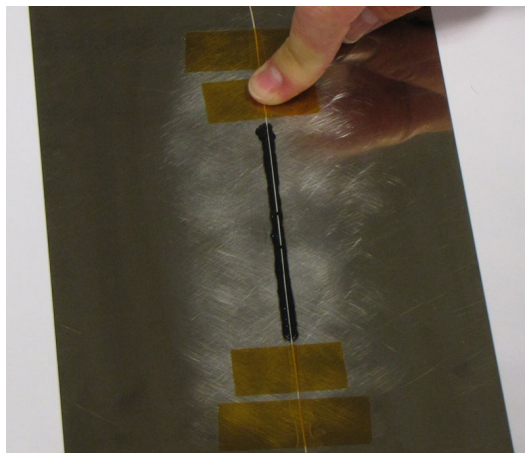

図2.11 さらに、接着剤の両端に近い箇所を接着テープで固定
- ▶ さらに2つの接着テープを粘着エリアの両端に直接貼り付けます（図2.11）。